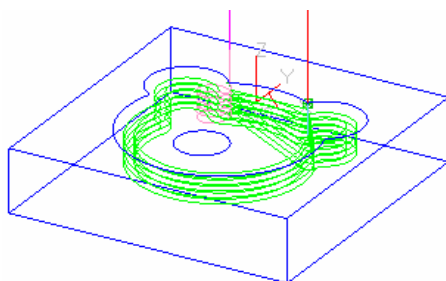

图 8-24 生成刀具轨迹
8) 确认后系统开始计算, 稍后生成图 8-24 所示轨迹。